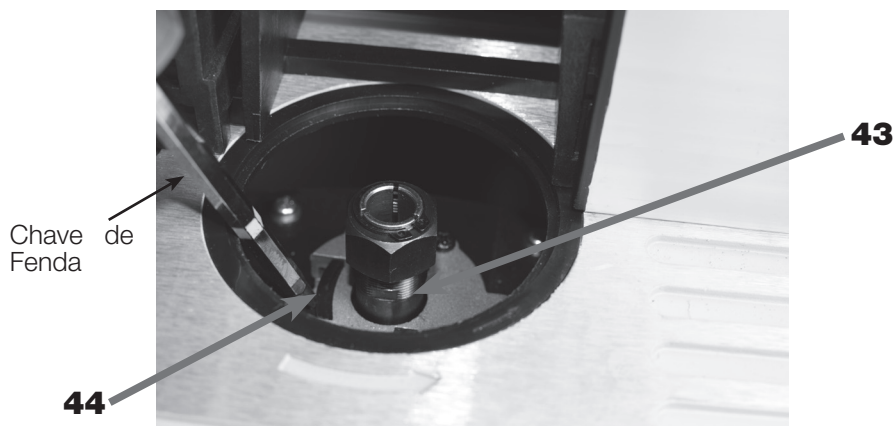

FIGURA 38 - Trava do Eixo
- a. PRESSIONAR a Trava (44) com uma Chave de Fenda e GIRAR o Eixo Roscado (43) até travá-lo (figura 38);